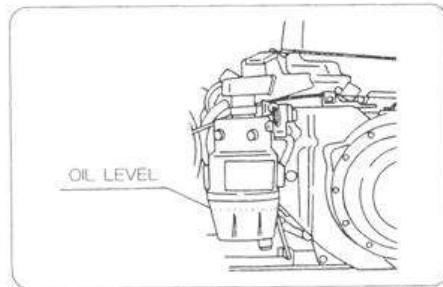

図25
- 規定量…オイルパンのOIL LEVELとされているところ。(図25)